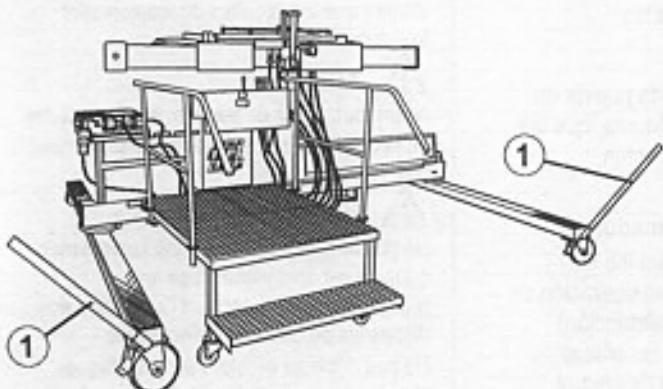

Bild 35 / Fig. 35
- ⇒ Using the manoeuvring levers (fig. 35, pos. 1), move the TP EM III machine to the side of the tyre.
- ⇒ Approcher l'appareil TP EMIII du flanc du pneu à l'aide des leviers de manœuvre (fig.35, pos.1).
- ⇒ TP EM-3 Gerät mit den Bedienungshebeln (Bild 35, Pos. 1) seitlich an den Reifen heranführen.